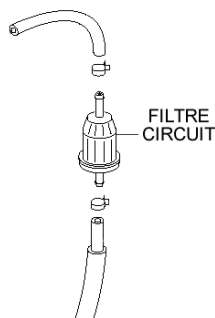

Figure 12. Filtre du circuit à carburant
- Inspecter le filtre du circuit de carburant (Numéro de pièce 16910Z4ES21, Figure 12) et remplacer si nécessaire.